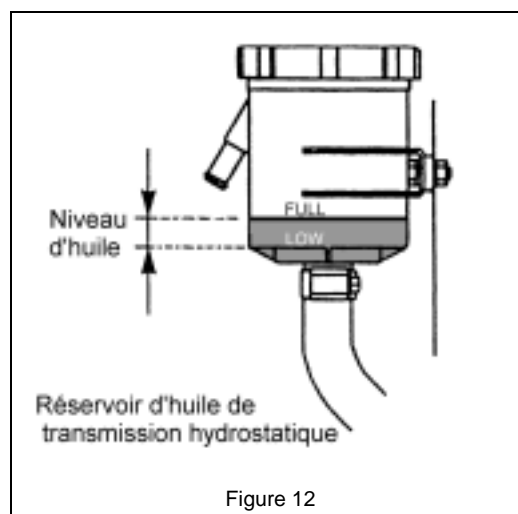

Figure 12
#### Niveau d'huile de transmission hydrostatique (figure 12)
- Avec la machine arrêtée depuis plusieurs heures sur un sol plat et de niveau, le niveau d'huile doit se trouver au milieu de la fenêtre repère A. Faites l'appoint par le voyant après l'avoir dévissé avec de l'huile pour transmission SAE 80W90. La vidange s'effectue après les premières 20 heures, puis toutes les 100 heures par le bouchon repéré B sur la figure 12. Demandez à votre revendeur de faire cette opération.